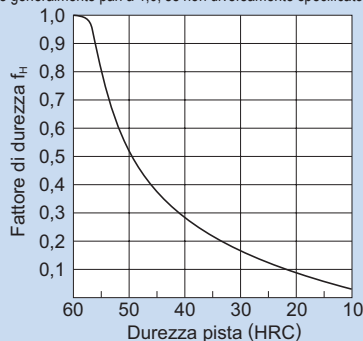

Fig. 1
- C : Valore nominale della capacità di carico dinamico*1 (N)
- P_C : Carico calcolato (N)
- f_H : Fattore di durezza (vedere la fig. 1)